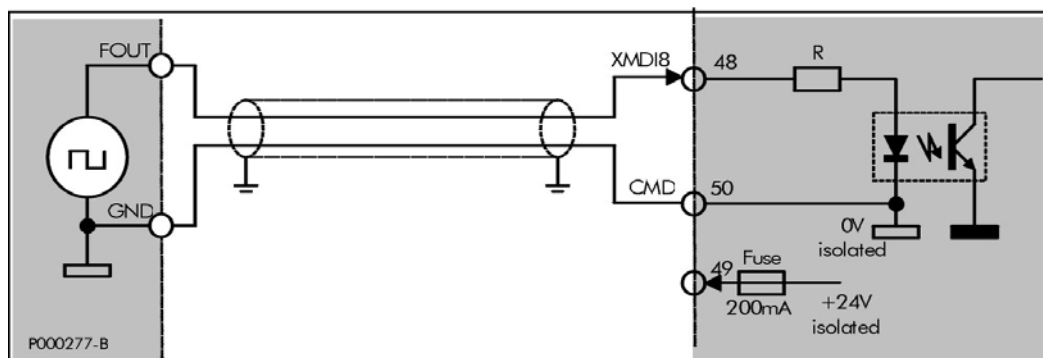

Figura 200: Segnale fornito da una uscita in frequenza Push-pull a 24V
Il segnale deve essere fornito da una uscita Push-pull a 24V con riferimento comune al morsetto CMD (50) come mostrato in Figura 200.